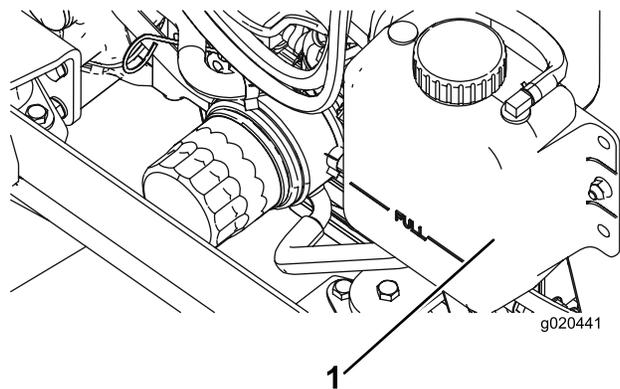

Рисунок 71
1. Осторожно снимите крышку радиатора и крышку расширительного бачка (Рисунок 71).